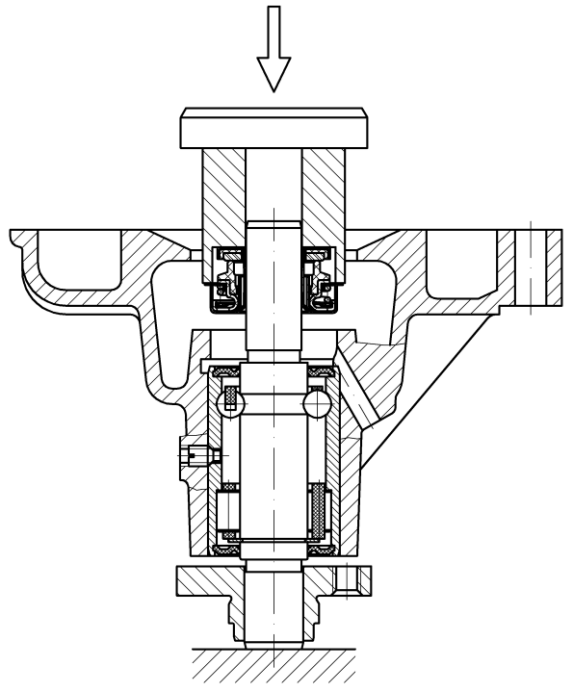
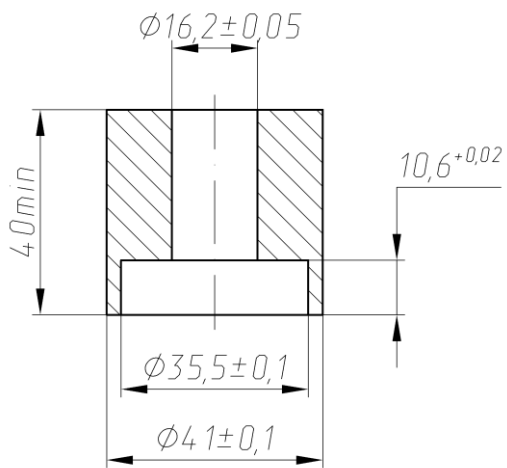

Рис.76. Запрессовка уплотнения водяного насоса
Рис.77. Оправка для запрессовки уплотнения
- с помощью оправки запрессовать уплотнение на вал подшипника и в корпус насоса, не допуская перекоса (рис.76). Для запрессовки уплотнения использовать оправку (рис.77), с помощью которой обеспечивается необходимое сжатие пружины уплотнения;